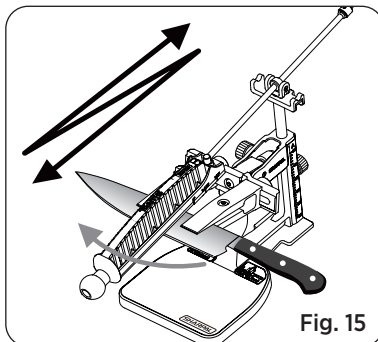

Fig. 15
2. Applicare una leggera pressione con movimenti lunghi e regolari, iniziando dal tallone della lama. Far scorrere la piastra abrasiva avanti e indietro lungo il filo verso la punta della lama. (Vedi Fig. 15)